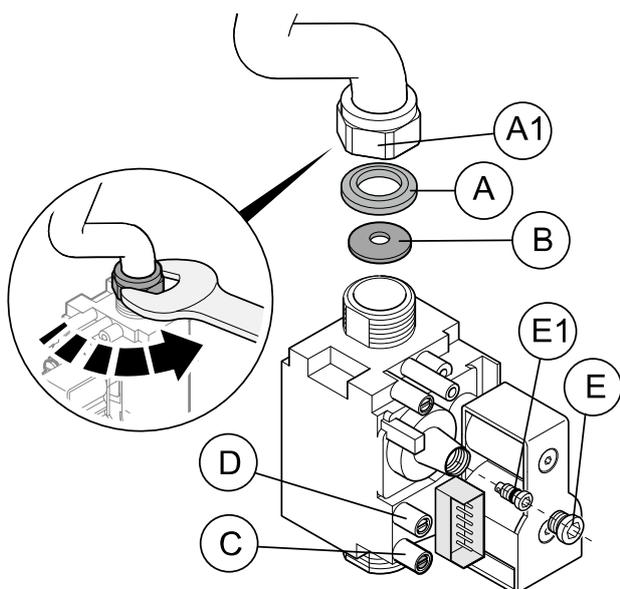

Abb. 1
F.3 Gasventil-Einstellung (siehe Abb. 1)